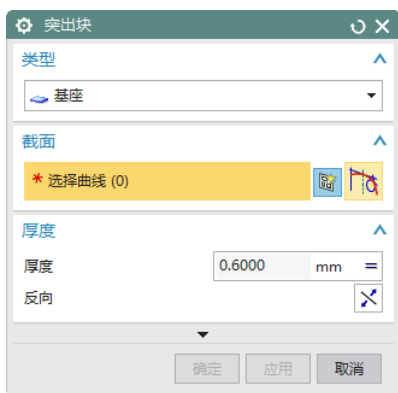

图 2-24 “突出块”对话框
(1) 选择“菜单(M)”→“插入(S)”→“突出块(B)”，或者单击“主页”选项卡“基本”面组上“突出块”按钮，打开如图 2-24 所示的“突出块”对话框。